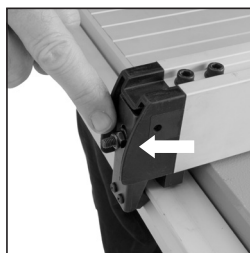

Fig. 15
- Draai de klemdruk stelmoer (**Fig. 15**) eenmaal met de klok mee, of tegen de klok in.